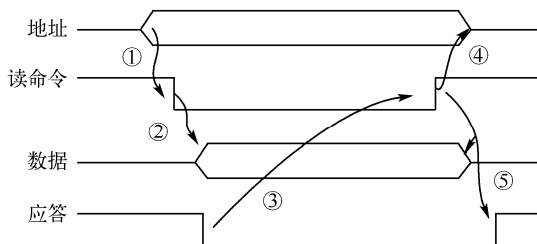

图 4-2 异步时序
异步传送的读命令时序如图 4-2 所示。对读操作,主模块在地址建立以后,送出低电平有效的读请求信号①。总线上的所有从模块各自进行地址译码和判断选择,被选中的模块响应这一请求,将数据读出放在总线上②。从模块此刻将应答线变为低电平有效,标识已将主模块所需的数据放在数据总线上,等待主模块去读取③。主模块在检测到应答线有效后,就将读请求信号由低电平变为高电平。主模块利用这个由低到高的跳变将数据锁存,完成数据的读取,并表示读请求信号已撤除。然后撤除地址和数据④。最后撤除应答线⑤。